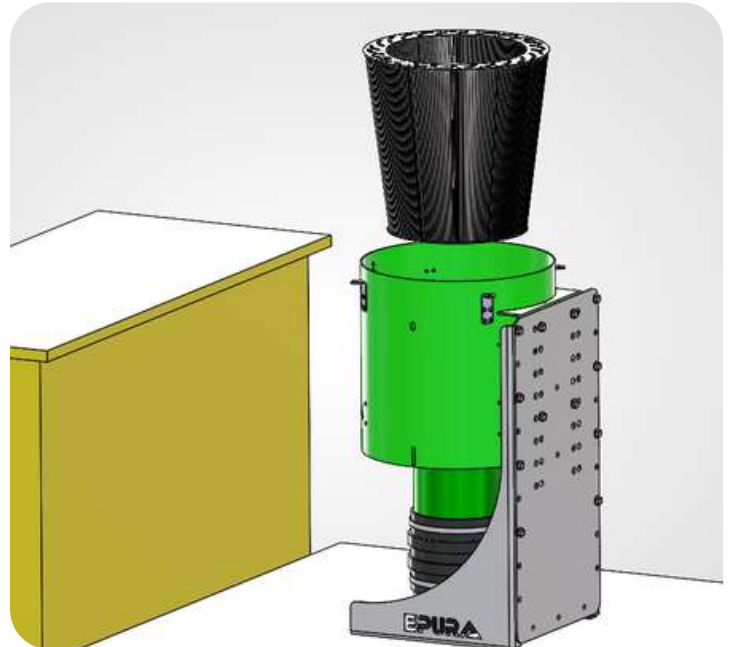

figure 9
- 6 Insérer le filtre dans le bâti de l'Epura (**figure 9**).